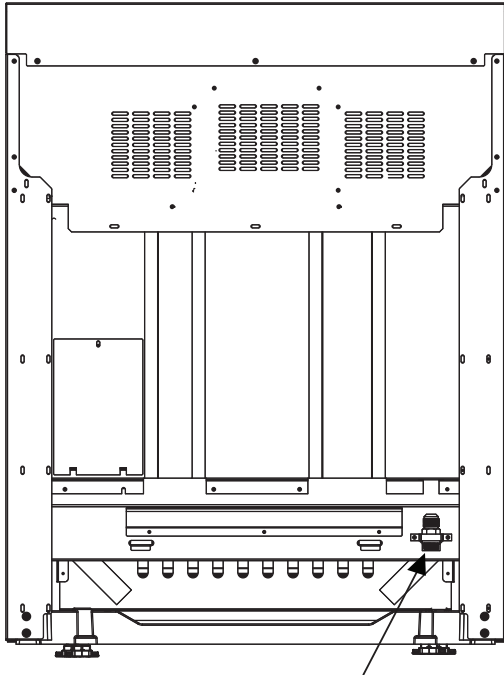
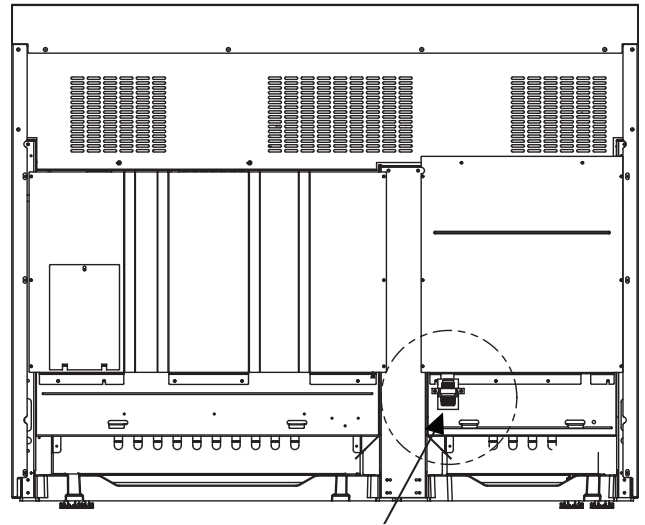

Figura 8: Ubicación de la línea de suministro de gas para las estufas de 30" y 36"
Figura 9: Ubicación del suministro de gas en las estufas de 48"
- Utilice una línea flexible de 3/4" entre el suministro de gas y la línea de suministro del aparato. La línea de suministro de gas está ubicada en la parte inferior derecha de todas las estufas. (Ver figura 8 y figura 9). La línea de suministro de gas del aparato es de tipo NPT 1/2". Tenga cuidado de no torsionar la manguera